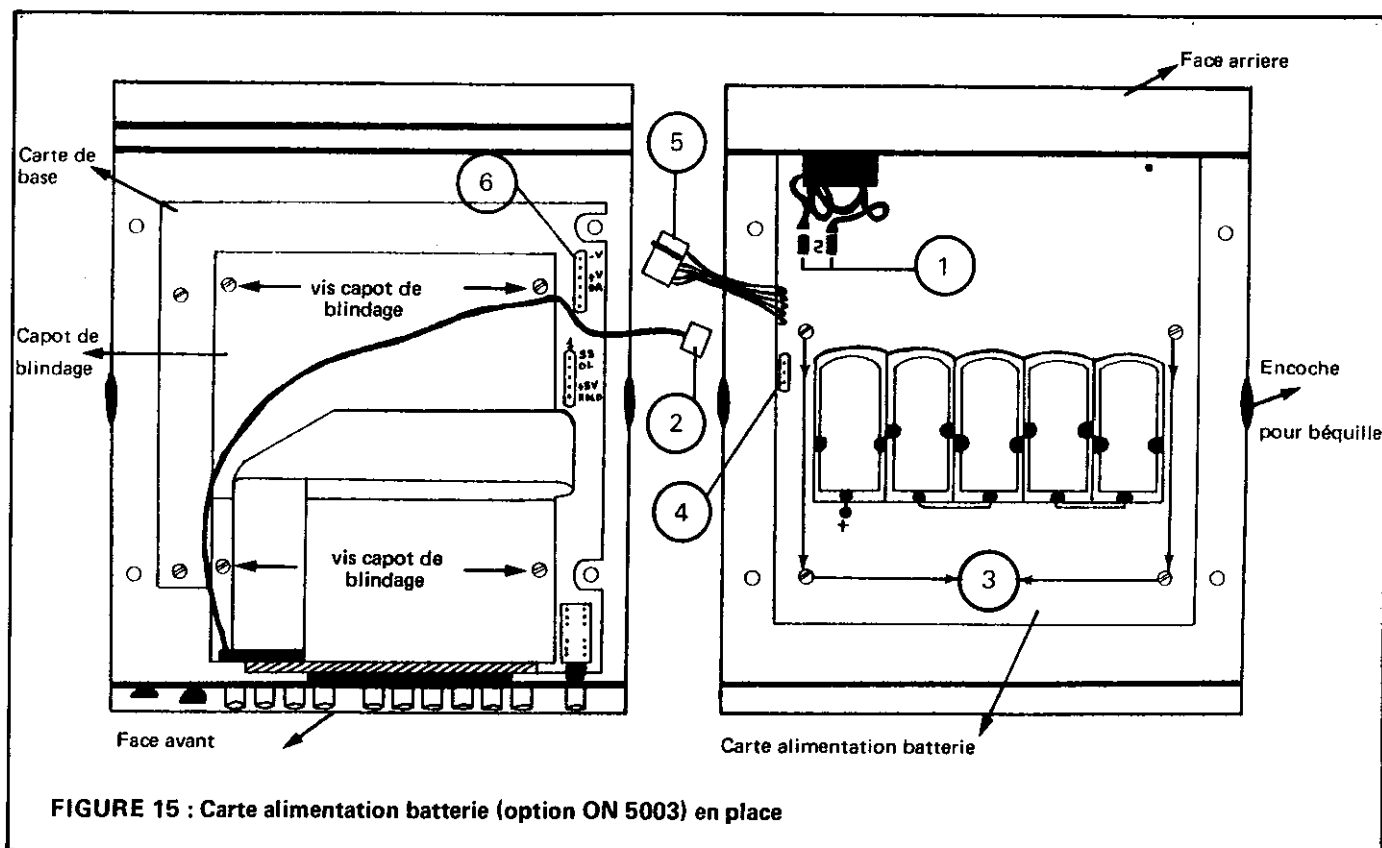

FIGURE 15 : Carte alimentation batterie (option ON 5003) en place
- retirer les quatre vis du capot de blindage, (figure 15)
Pour mettre en place cette carte, il convient de se reporter à la figure 15 ci-dessous et de suivre la procédure décrite ci-après ; l'appareil étant débranché de toute source d'alimentation ou de mesure.